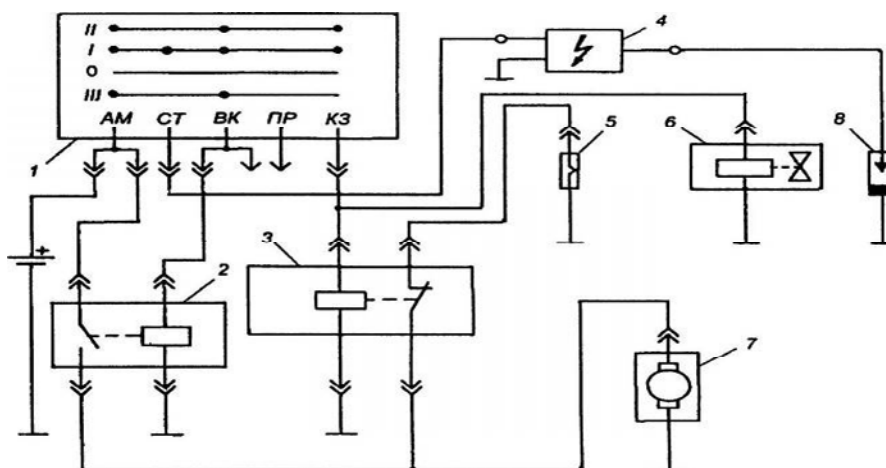

Рис. 5. Схема предпускового подогревателя ПЖД-30
20. В положении II переключателя 1 (рис. 5) насосный агрегат 7:
21. Показания тахометра (рис.5) зависят от: